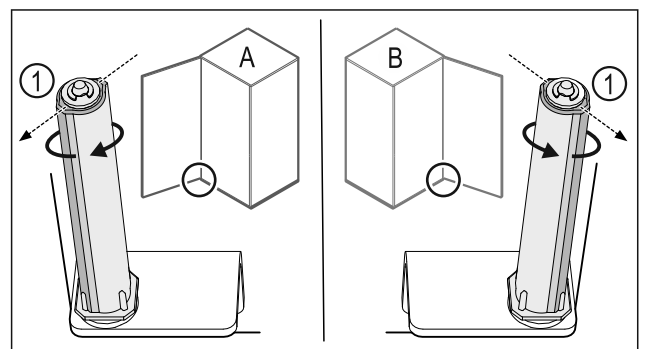

Fig. 49 Butée à gauche (A) / butée à droite (B)
- ▶ Tourner le système de fermeture contre la résistance jusqu'à ce que son arête Fig. 49 (1) pointe vers l'extérieur.